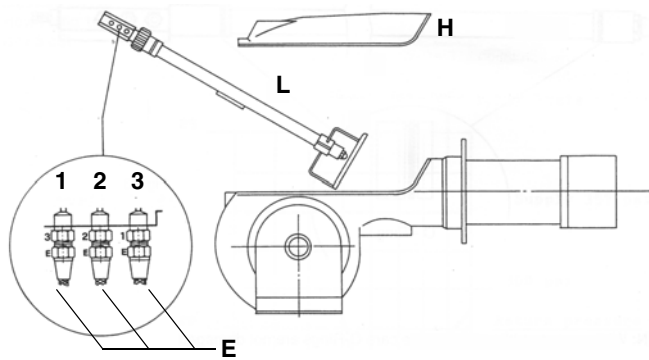

Fig. 24
- Dévisser les connecteurs fioul **E** (Fig. 24) qui fixent les tuyaux flexibles du fioul à la lance **L** et enlever le groupe complet comme indiqué sur la figure.